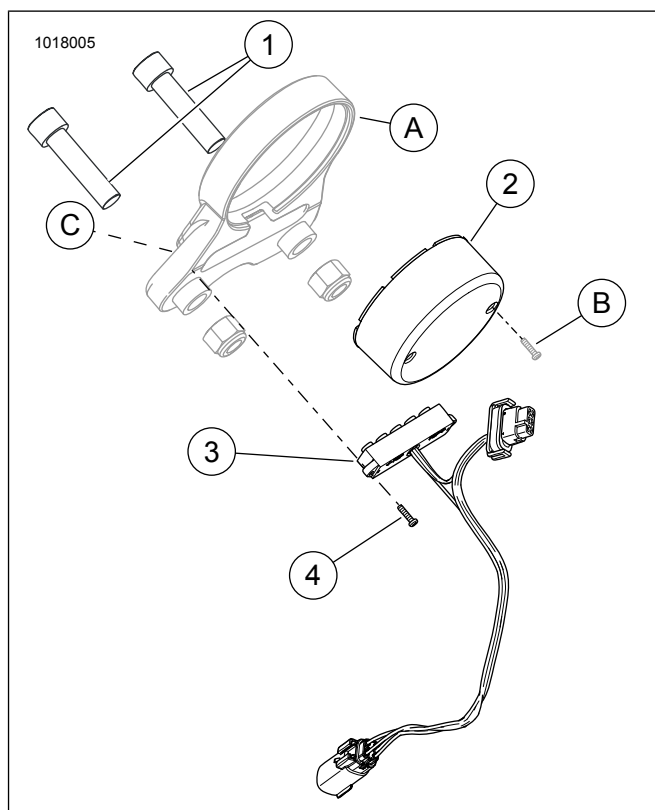

Figure 4. Pièces supplémentaires requises : Modèles XL1200C de 2014 et plus récents
1. Voir Figure 4 et Tableau 4. Cette application nécessite l'achat séparé des pièces supplémentaires indiquées.
3. Connecter le **nouvel** ensemble de faisceaux et indicateurs lumineux (4).
4. Poser l'ensemble des indicateurs lumineux (3) et le cadre (C) dans le nouveau support de l'indicateur de vitesse à l'aide de vis **neuve** (4).
- a. Retirer le papier de l'adhésif du **nouvel** encadrement (C).
- b. Coller l'encadrement au support de l'indicateur de vitesse (A) depuis l'intérieur.
- c. Fixer le **nouvel** ensemble des indicateurs lumineux (3) et le cadre à l'aide de vis **neuves** (4).